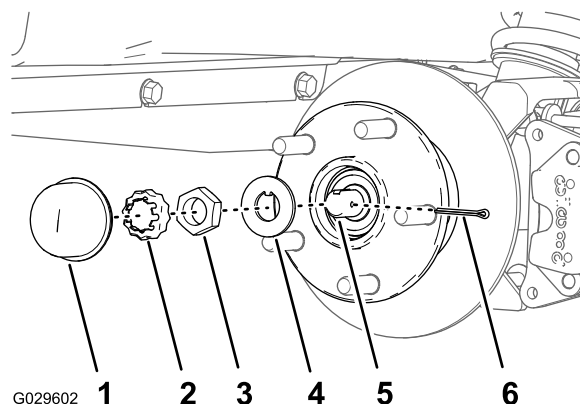
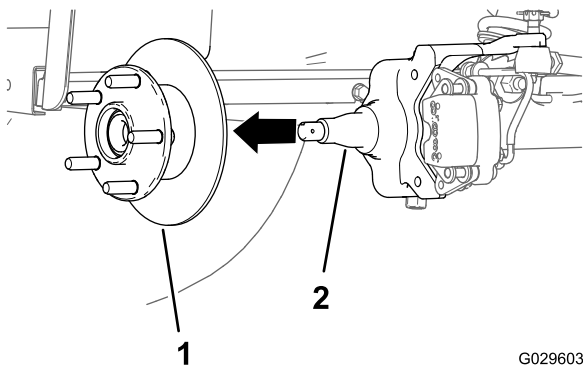

Figure 28
Figure 29
4. Retirez le capuchon antipoussière du moyeu (Figure 28).
5. Retirez la goupille fendue et le frein d'écrou de la fusée et de son écrou (Figure 28).
6. Enlevez l'écrou de la fusée, et séparez l'ensemble moyeu et rotor de la fusée (Figure 28 et Figure 29).